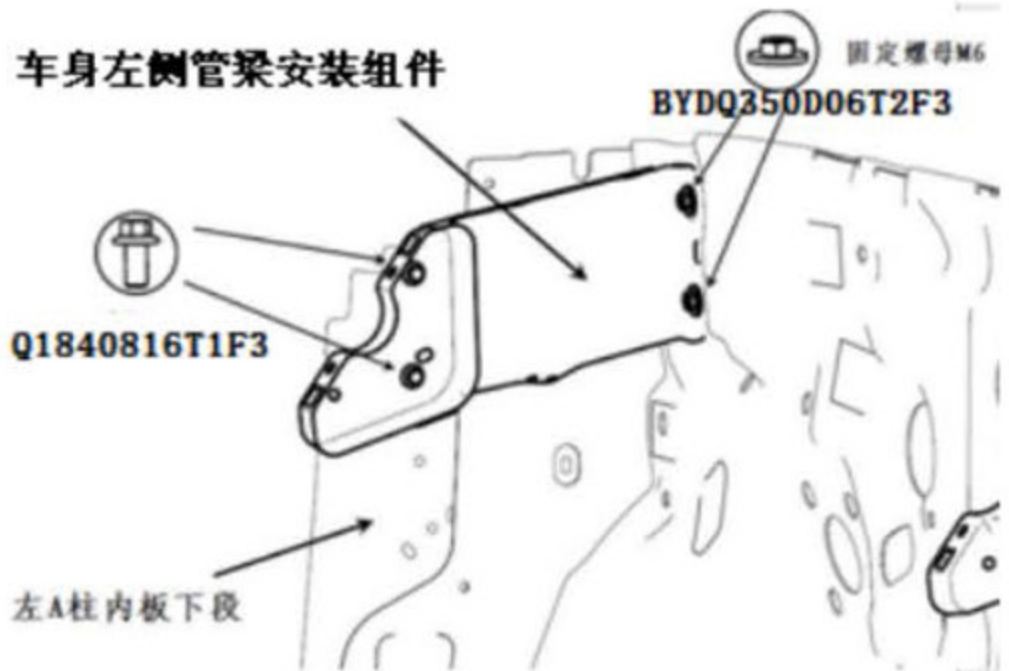

图 47
- 1). 车身左侧管梁安装组件安装点如图 47 所示，将 M6 的固定螺母拆解下来，将螺栓拆解下来，即可将车身左侧管梁安装组件拆解下来。